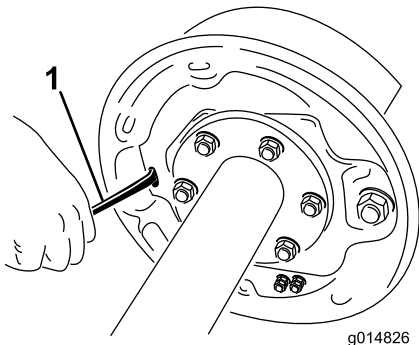

Figura 62
4. Com uma chave de fendas, gire a roda em estrela do conjunto de ajuste para alargar os calços do travão (Figura 62).